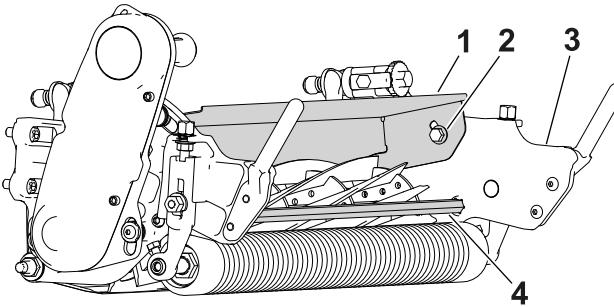

Figura 18
- Allentate le viti che fissano il deflettore per l'erba (Figura 18) all'apparato di taglio.